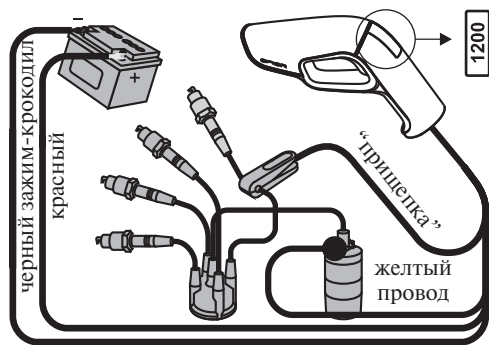

Рис. 1: Подключение к бензиновому автомобилю
Схема подключения к бензиновому двигателю представлена на рис. 1
- * с прерывателем (для контактной системы зажигания), рис. 1
- * с коммутатором (для бесконтактной системы зажигания), рис. 1
- * к управляющему проводу модуля зажигания, рис. 1